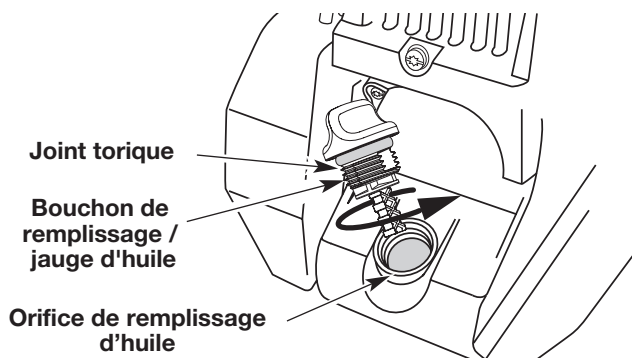

Fig. 41
6. Si le niveau est trop bas, ajoutez un peu d'huile par l'orifice et revérifiez (Fig. 41). Continuez jusqu'à ce que le niveau d'huile atteigne le haut de la jauge.
**REMARQUE :** Assurez-vous que le joint torique est mis sur le bouchon de remplissage / jauge d'huile au moment de la vérification et du changement d'huile (Fig. 41).